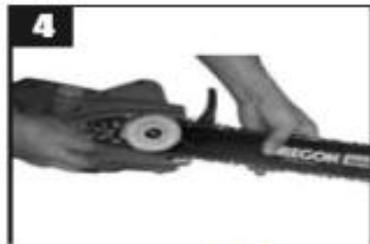

Fig. 5
- 4). Coloque la barra de la cadena en el piñón de mando (11) y el perno de fijación, y monte la protección de seguridad. (Ver la Fig. 5)